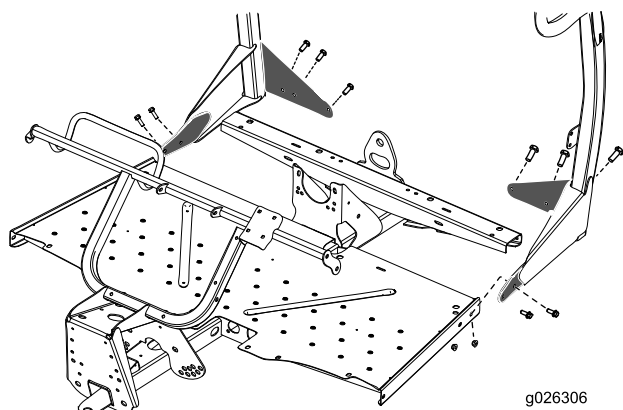

Figura 6
1. Posicione o ROPS na máquina como se mostra na Figura 6, alinhando os furos da montagem nas laterais e traseira.
3. Prenda o ROPS às laterais da placa do chão com os 4 parafusos restantes (3/8 pol.) e 4 porcas (3/8 pol.) (Figura 6).